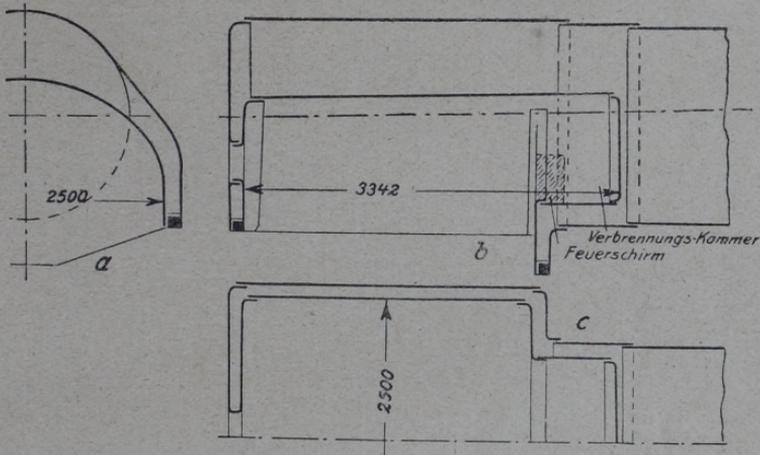

Abb. 40. Hinterkessel Bauart „Wootten“.
- c) breite¹⁾, über die Rahmenbleche und Räder hinausreichende; etwa 2,0 m breit (Abb. 38); Bauart „Wootten“ bis etwa 2,8 m breit (Abb. 40 a);